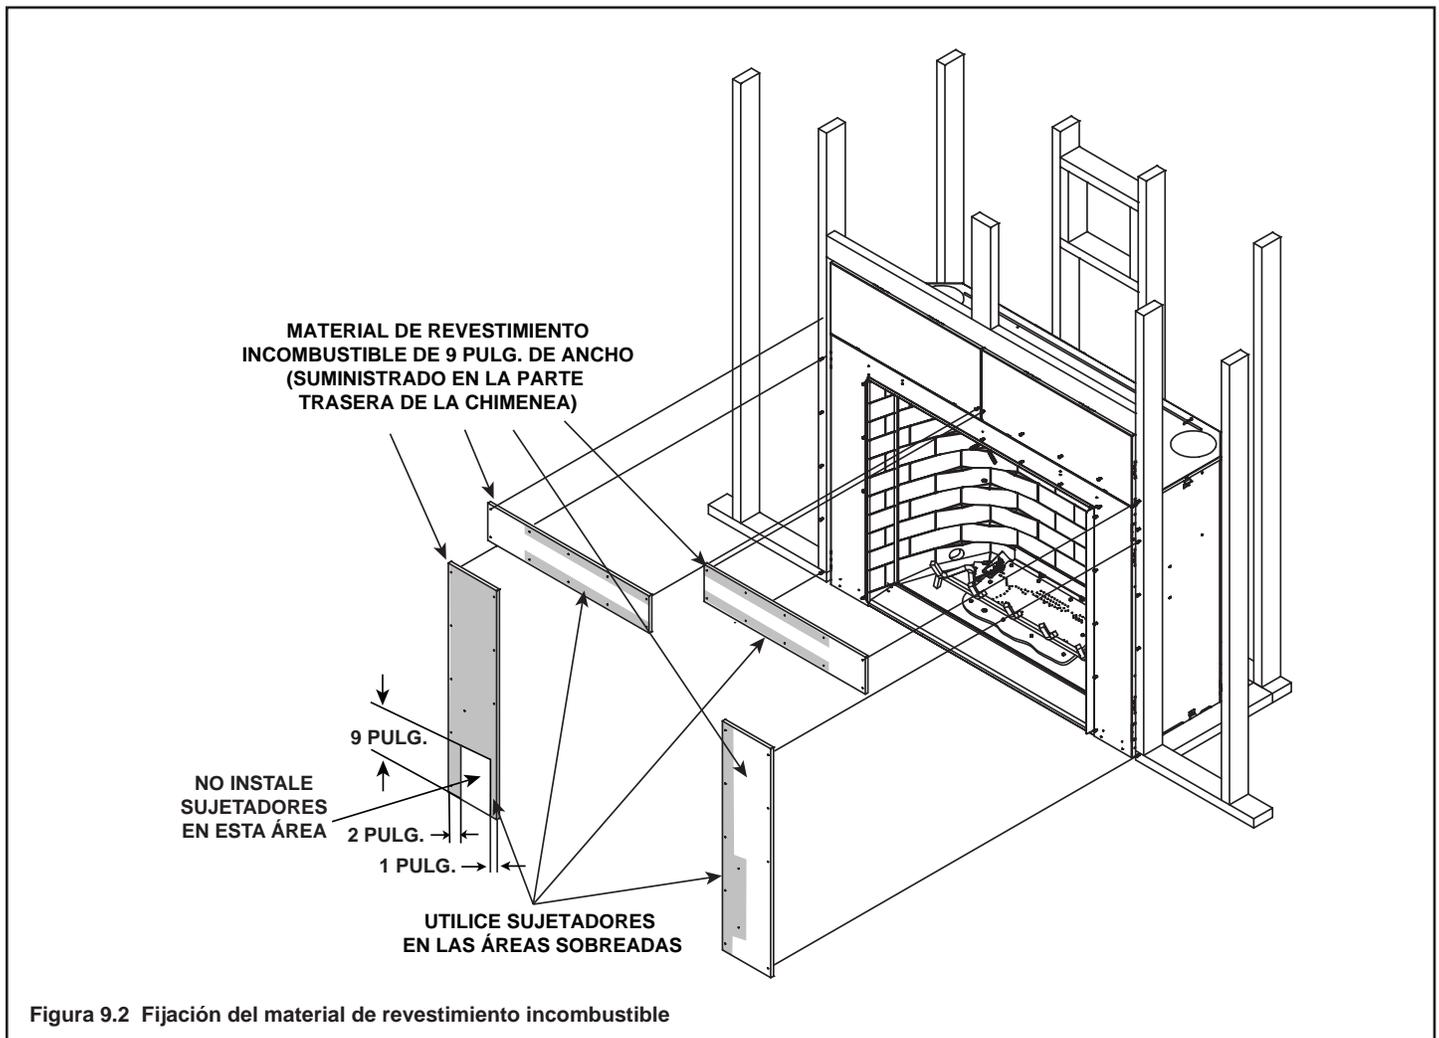

Figura 9.2 Fijación del material de revestimiento incombustible
- Centre y fije los dos tabloncillos superiores al armazón. Vea la figura 9.2.